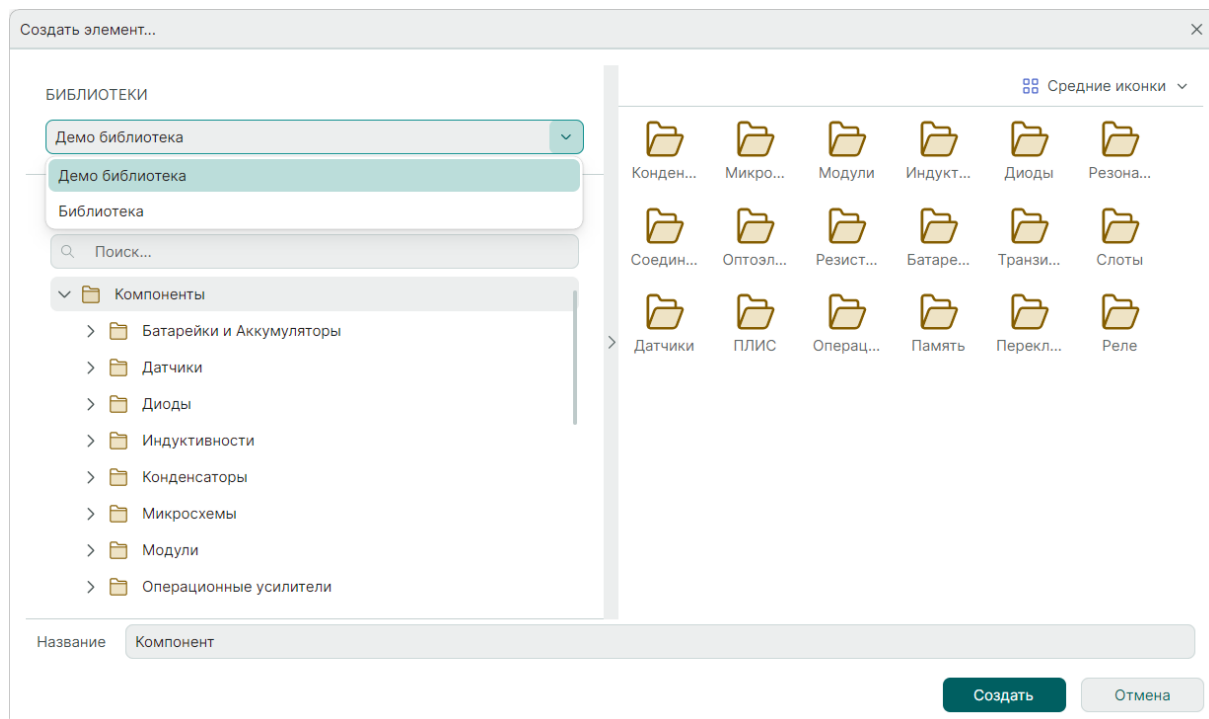

Рис. 197 Выбор библиотеки для компонента
2. Выберите библиотеку из выпадающего списка «Создать элемент» → «Библиотека», см. Рис. 197.